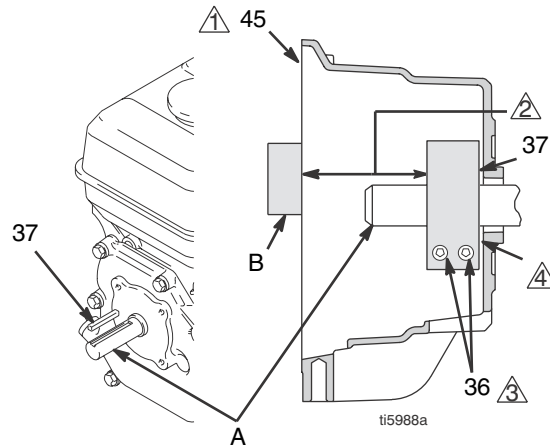

FIG. 10
- FIG. 10. Desserrer les deux vis (36) de la bride (38).
- Introduire un tournevis dans la fente de la bride (38) et démonter la bride.
1. FIG. 10 Monter la clavette de l'arbre moteur (37).
2. Tapoter sur la bride (38) pour l'enfiler sur l'arbre moteur (A). Respecter les cotes indiquées en 2. Le chanfrein doit être orienté vers le moteur.
3. Contrôler les cotes: passer une barre d'acier rigide rectiligne (B) à la surface du carter d'embrayage (45). À l'aide d'un instrument de mesure approprié, mesurer l'écartement entre la barre et la surface de la bride. Ajuster la bride si nécessaire. Serrer les deux vis (36) à 125 ± 10 in-lb ($14 \pm 1,1$ N·m).
- ① Face du carter d'embrayage.
- ② 1.550 ± 0.010 in. ($39,37 \pm 0,25$ mm).
- ③ Serrer à 125 ± 10 in-lb ($14 \pm 1,1$ N·m).
- ④ Chanfreiner ce côté.